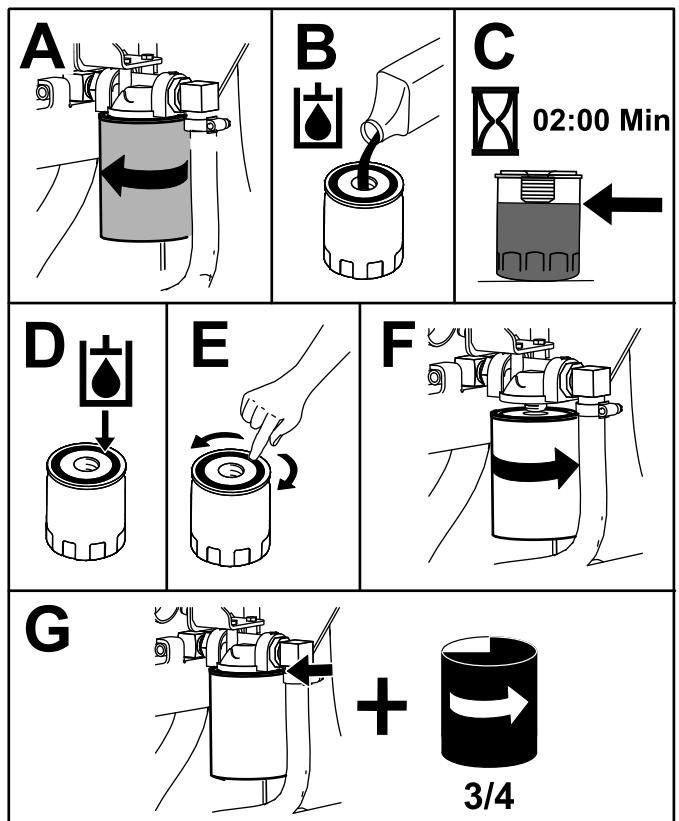

図 66
4. フィルタの下に廃油受けを置いてフィルタを交換する図 66。